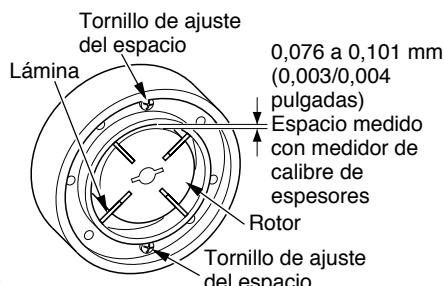

Figura 30 - Ubicaciones del tornillo de ajuste del espacio
- Verifique el espacio en el rotor. Ajústelo a 0,076/0,101 mm (0,003/0,004 pulgadas) si es necesario (consulte la figura 30).